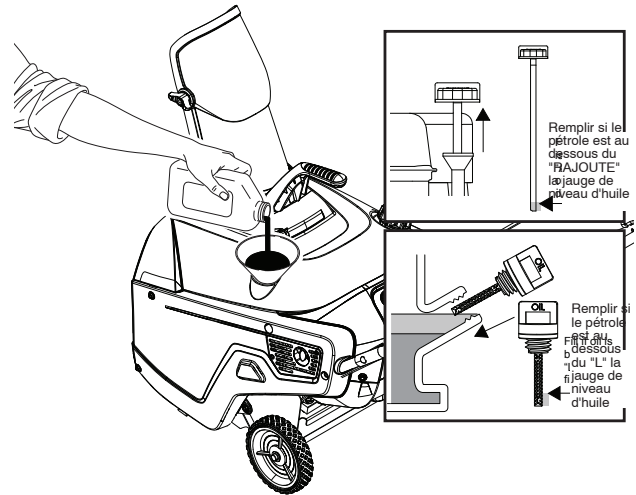

Figure 25
8. Dévisser le bouchon de remplissage d'huile/la jauge et déposer le tout (Figure 25).
9. Avec la souffleuse à neige en position de fonctionnement, verser avec soin l'huile dans le trou de remplissage jusqu'au repère « FULL » (PLEIN) sur le bouchon de remplissage/la jauge (Figure 25).